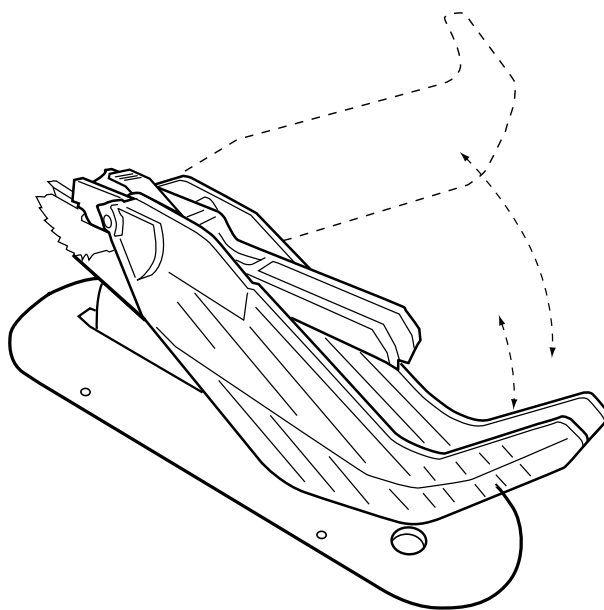

FIGURA 22
1. Consulte la Figura 22 y, levantando la guarda desde el frente, eleve el escudo protector hasta llegar a la posición de bloqueo que se indica con un chasquido. Pueden elevarse uno o ambos escudos protectores.